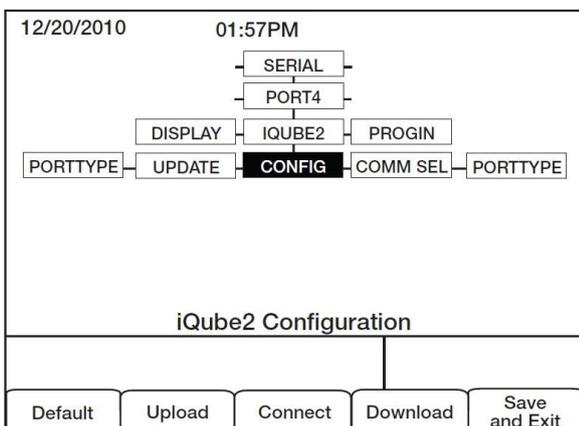

图3. CONFIG菜单
7. 导航到CONFIG菜单, 按CONNECT 软键(见图3下部中间位置)。